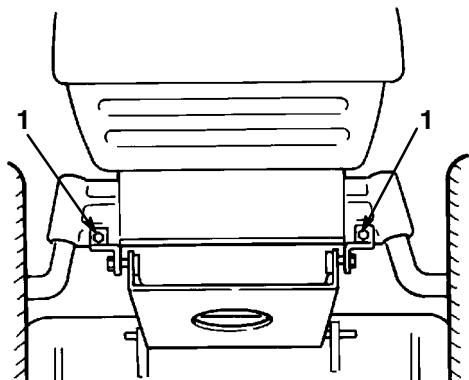

Bild 41
5. Montieren Sie die Schneidwerk-Schwenkbügel mit Schrauben und Sicherungsmuttern an der Vorderachse (Bild 41).